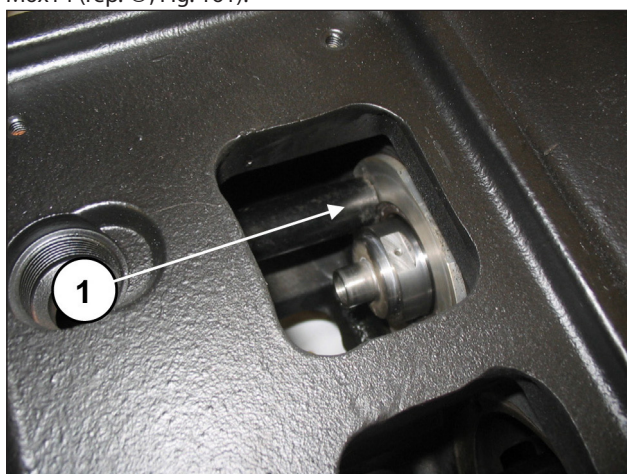
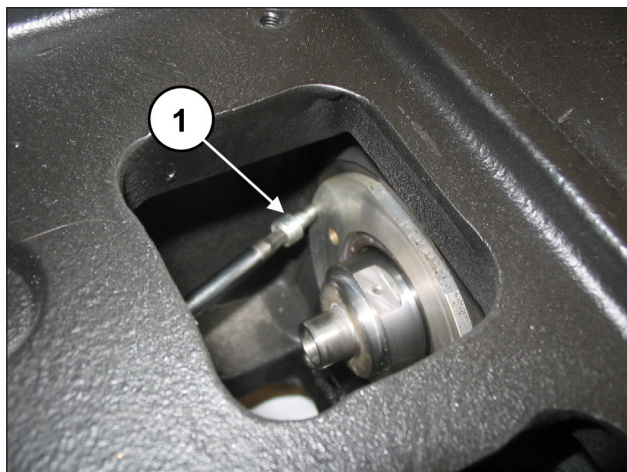

Fig. 160
Fig. 161
S'assurer que le couvercle entre à fond dans le logement (rep. ①, Fig. 160) en prenant garde de ne pas endommager la lèvre du joint Spi. Visser les couvre-joint SPI à l'aide de 2 vis M6x14 (rep. ①, Fig. 161).